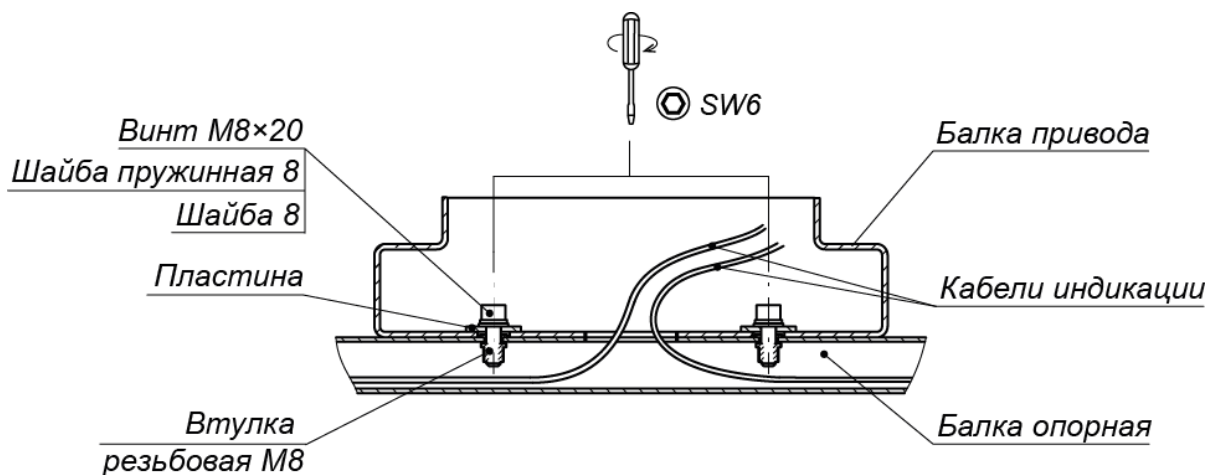

Рисунок 17. Крепление балки привода с балкой опорной
- Закрепите балку привода на опорных балках обоих формирователей прохода (7) и на верхней балке разделителя турникета (8) винтами М8×25 (6 штук), ключ SW6, используя квадратные пластины из комплекта поставки (см. рис. 17). Затяжка винтов предварительная, для возможности регулировки положения балки привода.